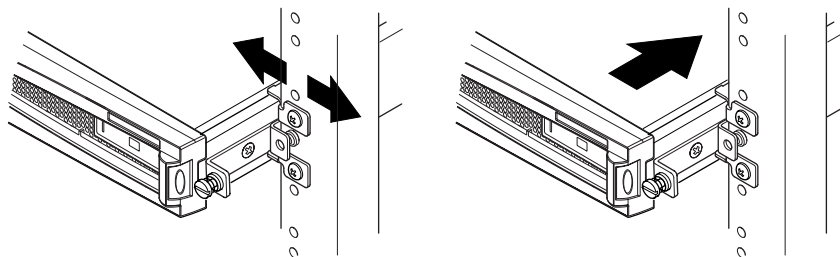

FIGURA 2-8 Regolazione delle guide di montaggio e fissaggio con le viti del server nel rack
8. Allineare le viti ai lati del server con le guide di montaggio del rack (vedere FIGURA 2-8).